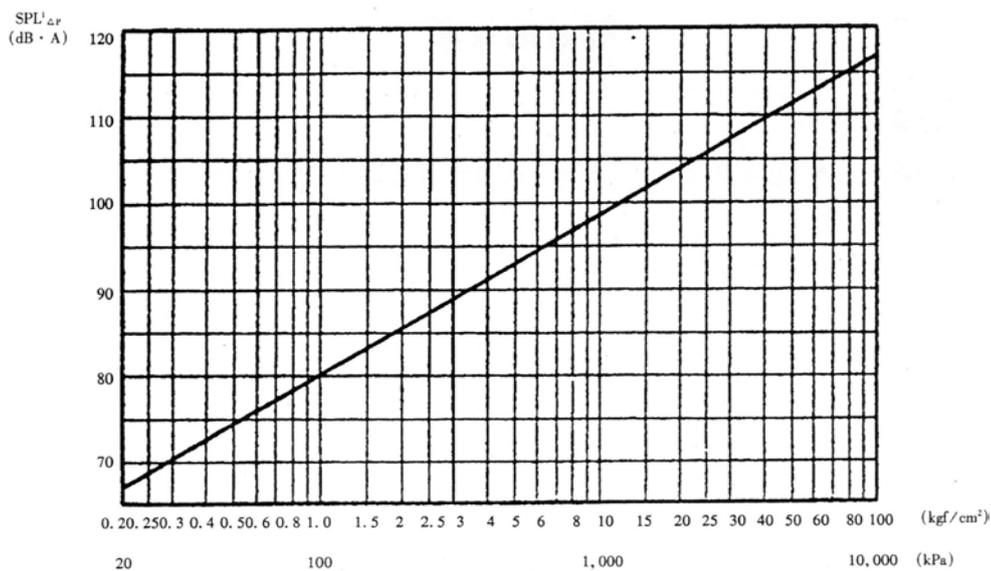

图 1 调节阀两端压差所引起的基本噪音声压级
$SPL_{\Delta P}$ ：调节阀两端压差引起的噪音声压级 (dBA) (参考图 1)
- b) 根据流体条件计算 Cv 值，确定连接口径 (确定额定 Cv 值) -----①
- c) 根据阀工作时流体条件计算 Cv 值-----②
d) 用①②计算出  $L = \frac{Cv_{计算值}}{Cv_{额定值}} \times 100$
f) 求出  $SPL_{\Delta P}$ -----用  $\Delta P$  从图 1
$SPL_{\Delta P}=97 \text{ dB} \cdot A$  ( $\Delta P=8 \text{ kgf/cm}^2$ ----- 图 1)
$SPL_v=+7 \text{ dB} \cdot A$  ( $\Delta P/P_1=0.5$ ----- 图 1)
$SPL_{\Delta P}=111 \text{ dB} \cdot A$  ( $\Delta P=45 \text{ kgf/cm}^2$ ----- 图 1)